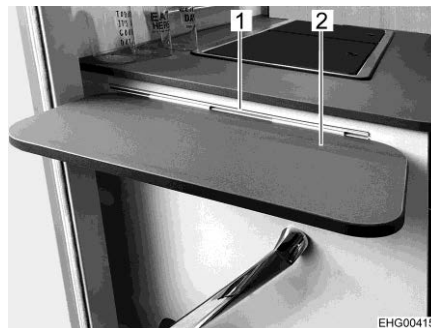

Bild 12 Köksförlängningsskiva
- ▶ Vid olycksfall eller vid kraftiga inbromsningar kan köksförlängningsskivan skada passagerarna i fordonet. Ta ur köksförlängningsskivan (Bild 12,2) ur skenan (Bild 12,1) och förvara den säkert innan avfärd.